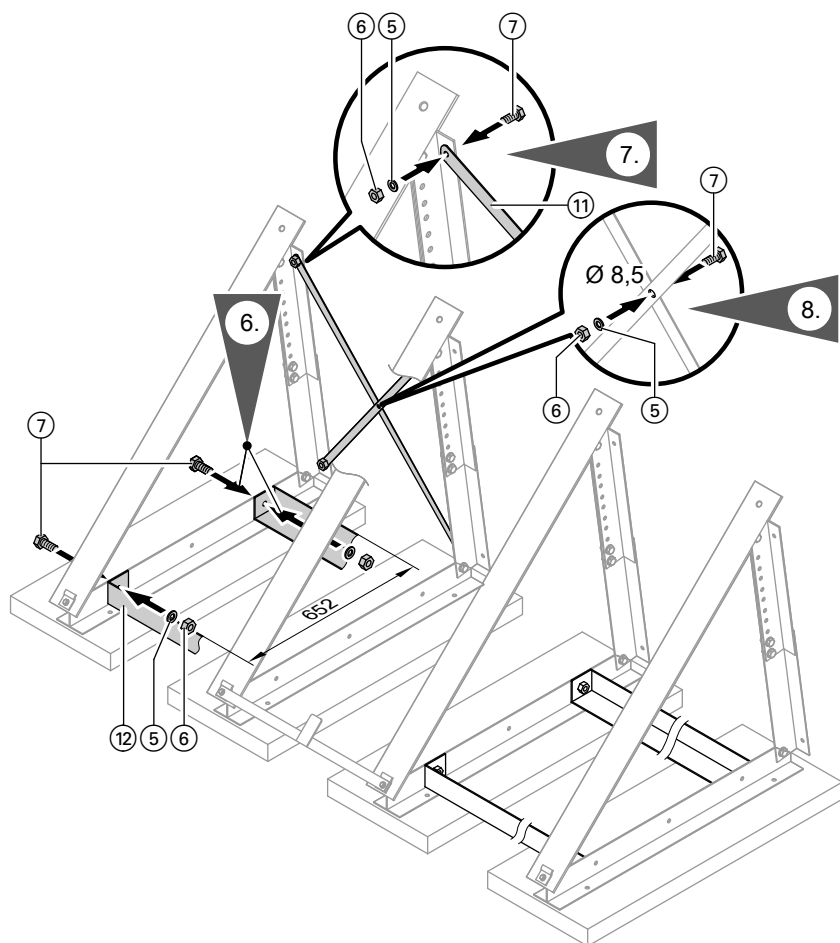

Рис. 11
- Для расположенных рядом 1 - 6 коллекторов привинтить к регулируемым планкам по диагонали 2 соединительные распорки (см. рис. 11).